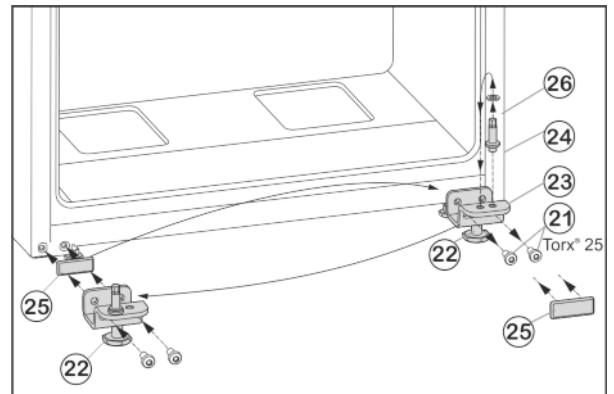

Fig. 6
- ▶ Bevestigingsbouten Fig. 6 (21) losschroeven.
- ▶ Lagerbuis onder Fig. 6 (23) volledig met lagerbouten Fig. 6 (24), schijf Fig. 6 (26) en stelvoet Fig. 6 (22), verwijderen.
- ▶ Lagerbouten Fig. 6 (24) volledig met schijf Fig. 6 (26) losschroeven, terugplaatsen in het tegenoverliggende opnamegat van het lagerbuis en weer vastschroeven.
- ▶ Afdekplaat Fig. 6 (25) voorzichtig verwijderen en terugplaatsen op de andere zijde.
- ▶ Lagerbuis onder Fig. 6 (23) volledig met lagerbouten Fig. 6 (24), schijf Fig. 6 (26) en stelvoet Fig. 6 (22) weer op de nieuwe scharnierzijde evt. met behulp van een accuboormachine **vastschroeven (met 4 Nm)**.
- ▶ Onderste deur van bovenaf op scharnierpen Fig. 6 (24) plaatsen.
- ▶ Middelste scharnierblok (13) 180° gedraaid in de onderste deur plaatsen en met bevestigingsbouten (11) (2 maal Torx® 25) op de nieuwe scharnierkant **stevig (met 4 Nm)** aandraaien.
- ▶ Kunststof ring (10) weer aanbrengen.
- ▶ Stelpoot Fig. 6 (22) van onderste scharnierblok Fig. 6 (23) eruit draaien, tot deze de vloer raakt.